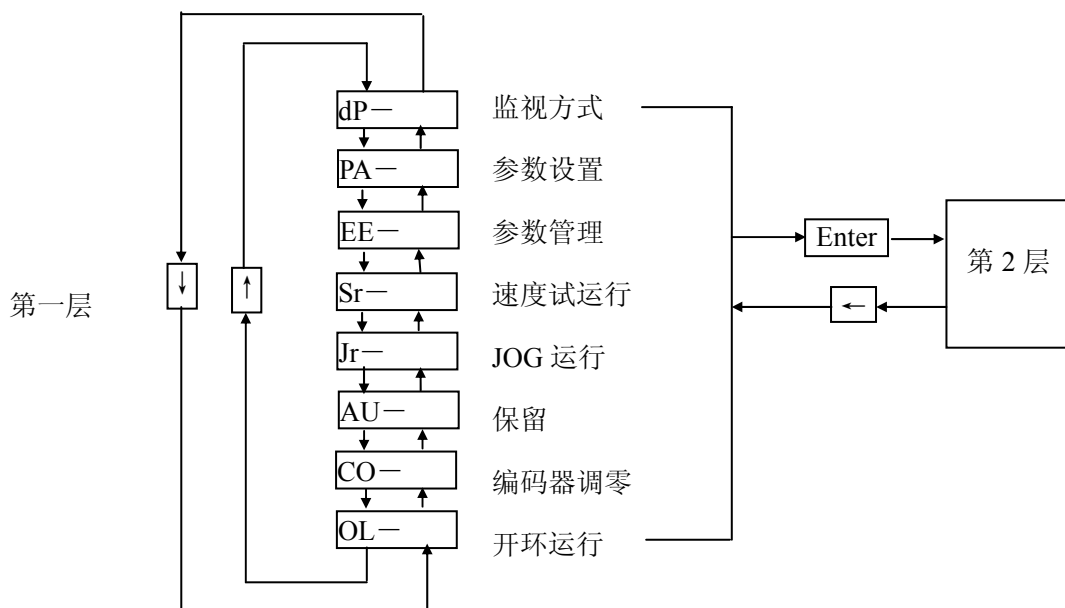

图 6-1 方式选择操作框图
- 操作按多层操作菜单执行, 第一层为主菜单, 包括八种操作方式, 第二层为各操作方式下的功能菜单。图 6-1 示出主菜单操作框图: